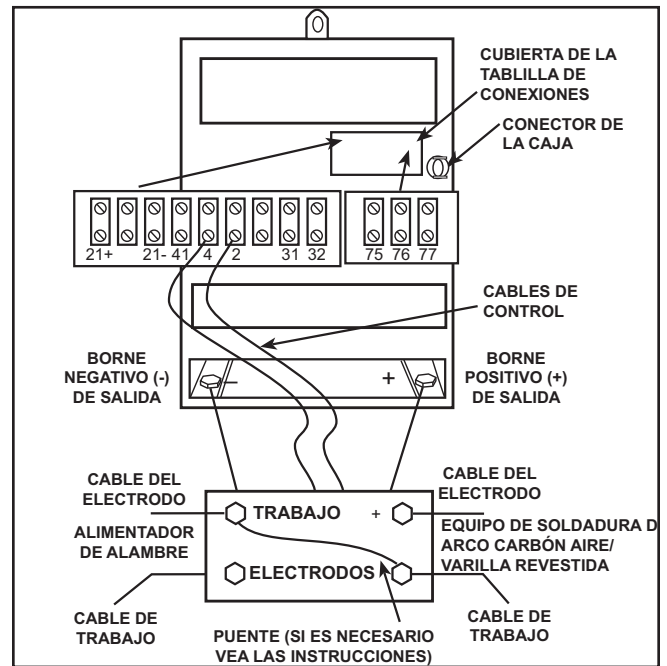

FIGURA C.2 - CONEXIONES DE CABLES DEL INTERRUPTOR MULTIPROCESOS.
7. Conecte el cable derecho del INTERRUPTOR MULTIPROCESOS (viendo la máquina de frente) a la terminal positiva (+) de la IDEALARC® DC-600 VRD. Consulte la Figura C.2.
8. Conecte el cable izquierdo del INTERRUPTOR MULTIPROCESOS (viendo la máquina de frente) a la terminal de salida negativa (-) de la IDEALARC® DC-600 VRD. Consulte la Figura C.2.
9. Conecte los cables del electrodo y de trabajo del alimentador de alambre. Consulte la Figura C.2.
12. Conecte la varilla revestida o el electrodo de arco con aire/carbón y el cable de trabajo. Consulte la Figura C.2.
NOTA: Cuando no es necesario tener cables a tierra separados para soldadura con electrodo revestido y semi-automática y automática, conecte un puente de la terminal "Trabajo" del INTERRUPTOR MULTIPROCESOS a la terminal "negativa" del INTERRUPTOR MULTIPROCESOS. Consulte la Figura C.2.